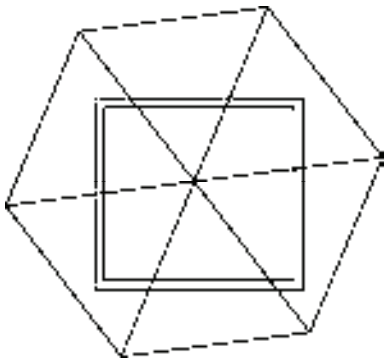

图 7-88 攒尖屋顶
4) 单击鼠标左键即可完成攒尖屋顶的绘制, 结果如图 7-88 所示。